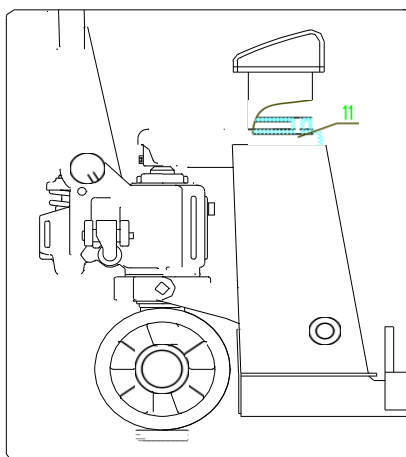

Рис. 6
2.2.1 Установка блока должна быть выполнена, как указано на рис. 6. Совместите монтажные отверстия.
2.2.2 Закрепите блок с помощью трех винтов (11). См. рис. 6.